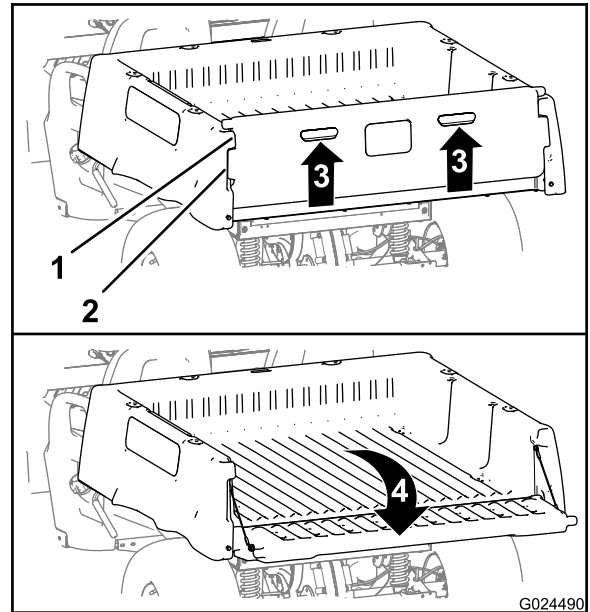

Bild 15
2. Heben Sie die Fingerzüge an der Rückplatte der Heckklappe an (Bild 15).
3. Fluchten Sie die Riegelflansche an der Heckklappe mit den Öffnungen zwischen den Heckklappenflanschen an der Staubox aus (Bild 15).
4. Drehen Sie die Heckklappe nach hinten und unten (Bild 15).
6. Drehen Sie die Heckklappe nach oben und vorne, bis die Riegelflansche an der Heckklappe mit den Heckklappenvertiefungen an der Staubox bündig sind (**Bild 15**).
7. Senken Sie die Heckklappe ab, bis sie im Heck der Staubox sitzt (**Bild 15**).